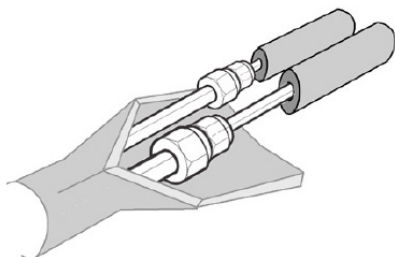

fig. 23 -
- Racordarea la unitatea internă trebuie să fie învelită în izolație termică "fig. 23 -".